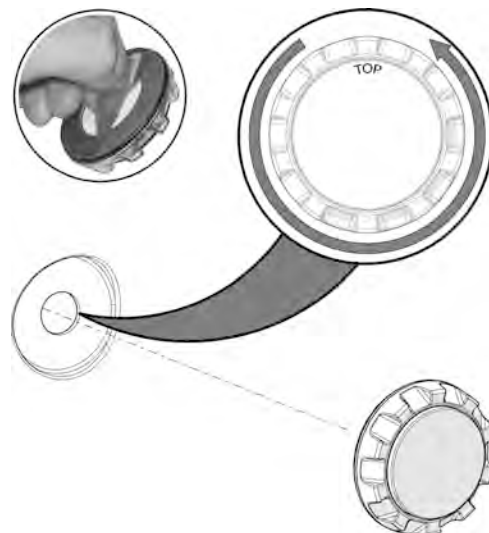

Abbildung 441. Entfernen Sie das Schutzband und drehen Sie die Beleuchtung/ den Blinker bis der Text „TOP“ gerade nach oben weist.
2. Drehen Sie Beleuchtung oder Blinker so lange, bis der Text TOP gerade nach oben weist. Positionieren Sie den Blinker auf der hinteren Abdeckung. Drücken Sie sie gegen die hintere Abdeckung, bis das Doppelklebeband auf der Abdeckung klebt. Siehe Abb. 441.